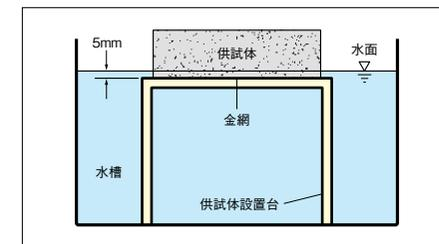

図10.12 吸上げ試験装置の概略図
①1g単位以上の精度で測定できるばかり
②湿度105±5°Cに保持できる乾燥機
③吸上げ試験装置 (図10.12)
吸上げ試験に用いる供試体はブロック有姿とし、製品を温度105±5°Cの乾燥機で一定量になるまで乾燥した後、常温まで冷却したものとする。このときの供試体の質量を量り、これを絶乾質量 (m_d) とする。乾燥状態の供試体を、図10.12に示す吸上げ試験装置に設置し、供試体の底面から5mmの高さまで水に浸るようにして30分間吸水させる。供試体を載せる台は金網などとし、水が滴り落ちない程度まで水を切り、湿った布で水膜を拭き取って質量を量り、30分後の吸上げ質量 (m_a) とする。